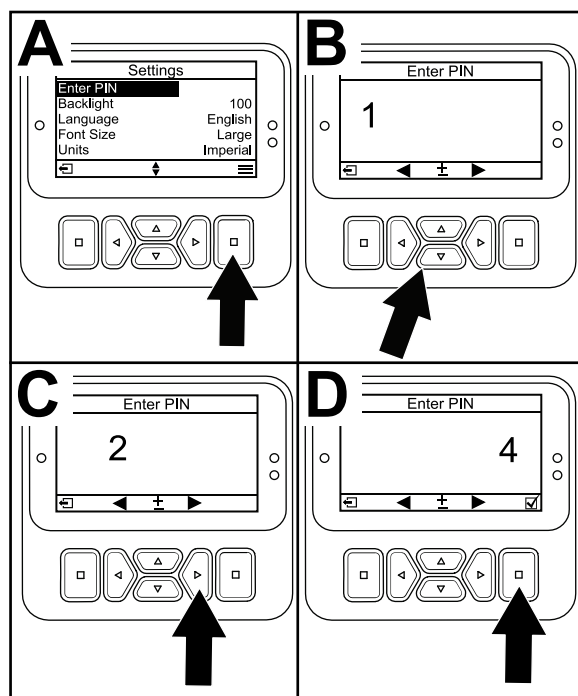

Bild 33
3. Drücken Sie für die Eingabe des PIN-Codes die auf/ab Navigationstasten Bild 33, bis die erste korrekte Ziffer angezeigt wird; drücken Sie dann die rechte Navigationstaste Bild 33, um auf die nächste Ziffer (B und C) zu gehen. Wiederholen Sie diesen Schritt, bis Sie die letzte Ziffer eingegeben haben.